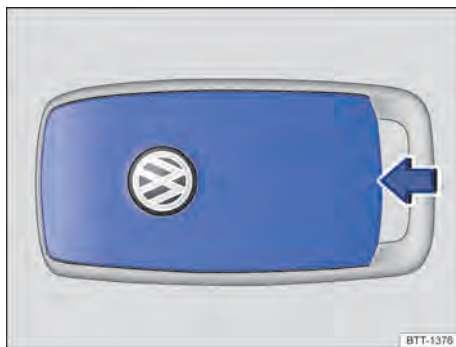

Fig. 126 Aquecimento estacionário: cobertura da bateria do controle remoto.
- Introduzir uma ferramenta adequada no entalhe lateral, por exemplo, uma chave de fenda, no sentido da seta → Fig. 126.